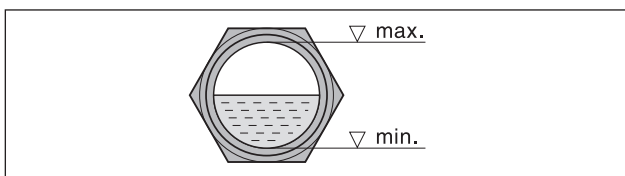

Fig. 5 Niveau d'huile
- b) Après une éventuelle correction du sens de rotation, redémarrez le moteur, puis arrêtez-le à nouveau après env. 2 minutes pour ajouter l'huile manquante jusqu'au bord supérieur du regard d'huile (Fig. 5/I). Rajoutez de l'huile jusqu'à ce que toutes les conduites d'huile soient complètement remplies.